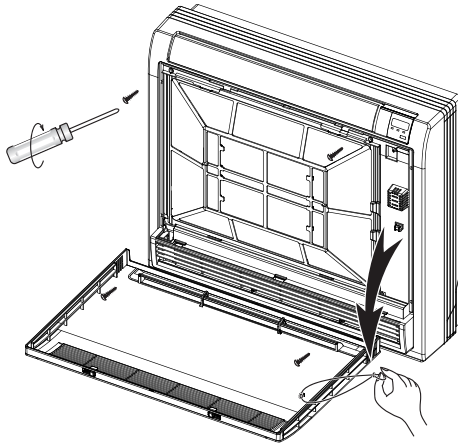

Figure 8 – Retirez les vis
- Retirez le panneau avant (consultez la figure 8).